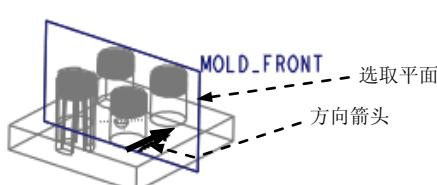
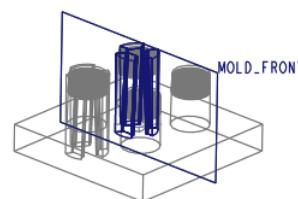

图 25.31 选取平面
图 25.32 创建结果
Step4. 在“选择性粘贴”对话框中选中 **对副本应用移动/旋转变换 (A)** 复选框, 然后单击 **确定 (o)** 按钮, 此时系统弹出“移动 (复制)”操控板。
Step5. 选取图 25.31 所示的平面, 方向箭头如图 25.31 所示。在距离文本框中输入数值 50, 单击操控板中的 按钮, 结果如图 25.32 所示。